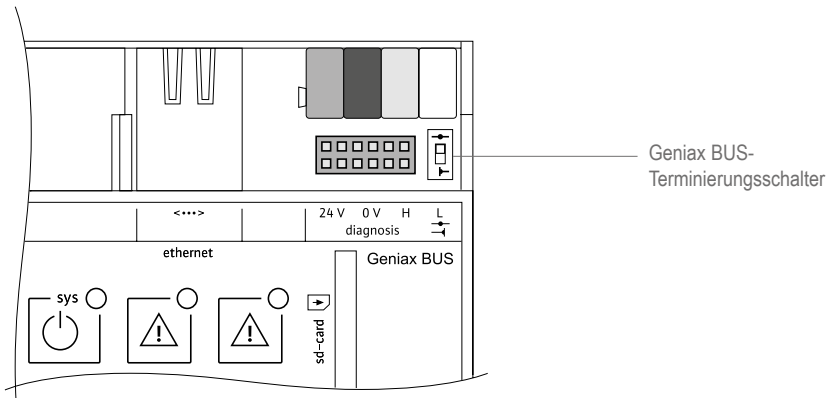

Fig. 5 GeniAx Server – Terminierungsschalter
1. Ggf. falsch gesetzte oder fehlende Terminierungen/BUS-Abschlusswiderstände aktivieren bzw. deaktivieren: Nur der erste und letzte Busteilnehmer des Segmentes sollen terminiert sein. Hierzu die Terminierungsschalter des BUS Koppler/Server sowie der angeschlossenen Bediengeräte (Central Control, Comfort Control, Basic Control), Raumtemperatursensoren (Ambient Sensor, Ambient Sensor i) und Pumpenelektroniken (Geniax Pumpenelektronik) entsprechend schalten (siehe Fig. 5 - 10).